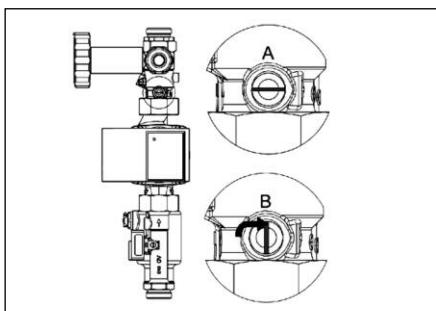

Abb. 6.13 Sperrventil (Rücklaufkugelhahn)
- Öffnen Sie das Sperrventil der Solarstation (im Rücklauf der Solarstation oberhalb der Pumpe), indem Sie die Einstellschraube in eine senkrechte Position (Position B in Abb. 6.13) stellen. Es ist jetzt außer Funktion.